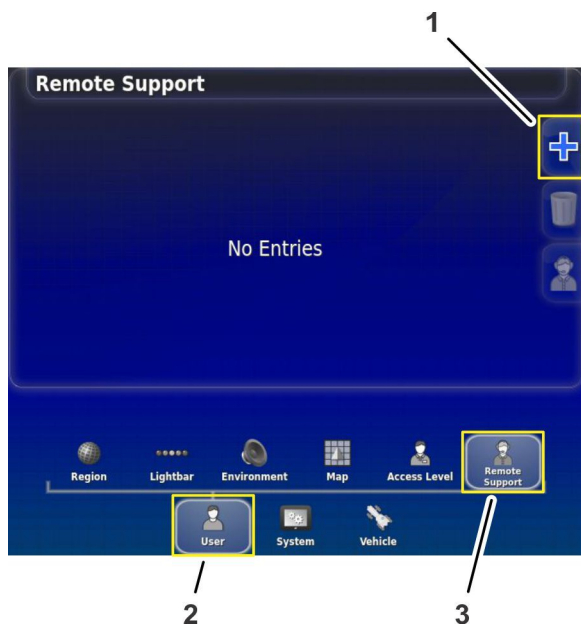

Figure 212
2. Dans l'écran de configuration, appuyez sur l'icône UTILISATEUR, puis appuyez sur l'icône ASSISTANCE À DISTANCE (Figure 212).
3. Si aucun bureau d'assistance n'apparaît dans la fenêtre d'assistance à distance, appuyez sur l'icône AJOUTER BUREAU D'ASSISTANCE (Figure 212).